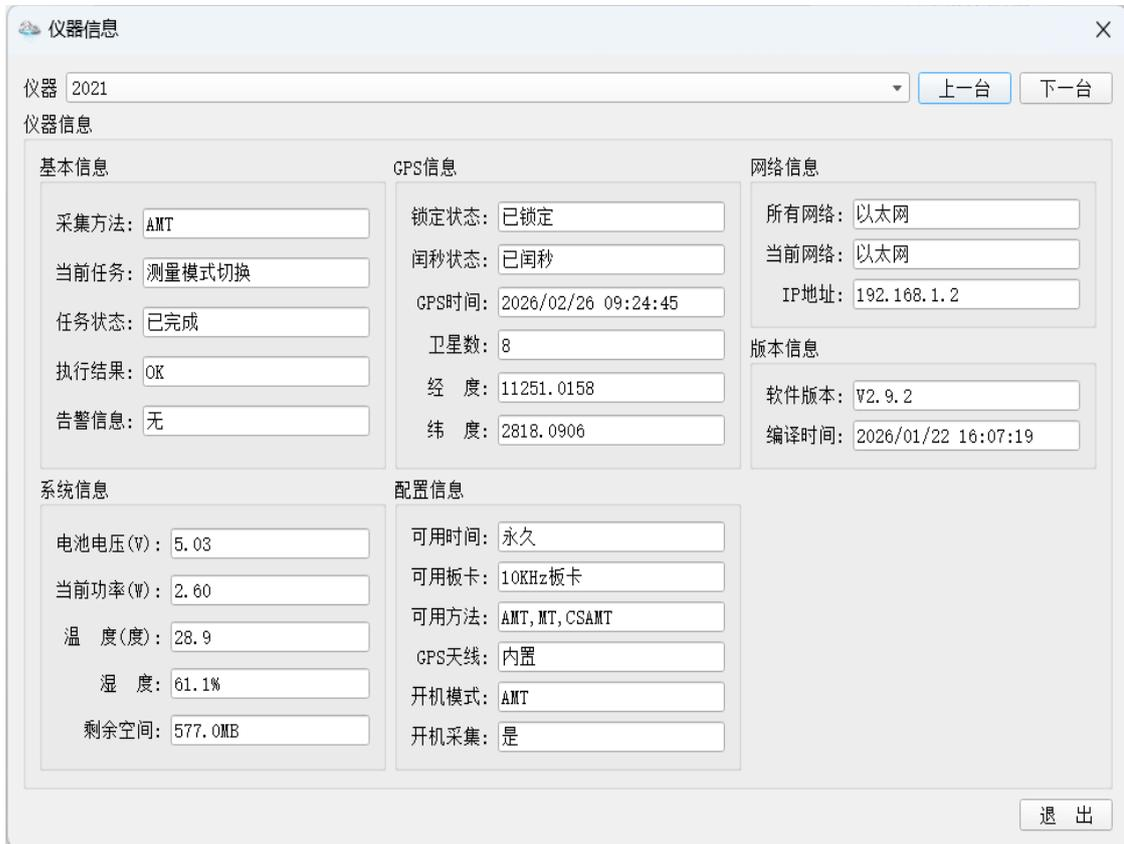

图 3-2. 仪器状态页面
- 1 在主页面中单击“仪器信息”进入查看仪器状态页面，如图 3-2 所示。